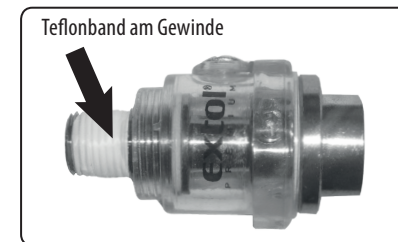

Abb.5
- ➔ Das Teflonband (z. B. Extol Best.-Nr. 47532) wickeln Sie eng um das Gewinde herum und dann drücken Sie es leicht an das Gewinde an, siehe Abb. 5.